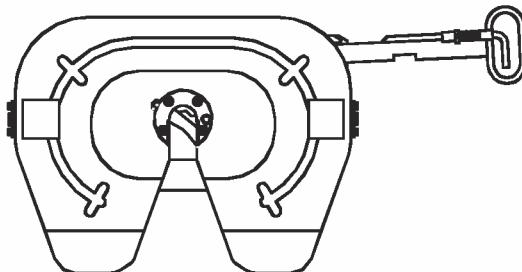

Abbildung 8 - Sattelkupplung in geöffneter Position
5. Zugmaschine langsam vom Anhänger wegfahren. Damit wird der Zuggriffriegel vom Block ausgelinkt und die Sattelkupplung für das nächste Ankuppeln zurückgestellt (siehe Abb. 8).